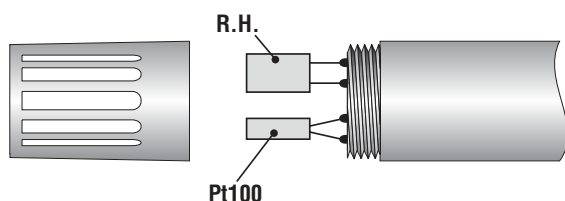
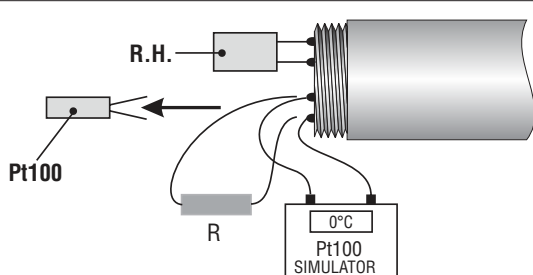

Fig. 7
Fig. 8
3. Dissaldare il sensore Pt100 (il più stretto dei due sensori) e saldare al suo posto i fili dell'uscita o di un simulatore di Pt100 o una resistenza di precisione come indicato nelle fig.7 e fig.8. Dopo la saldatura attendere alcuni minuti che la giunzione si sia raffreddata.